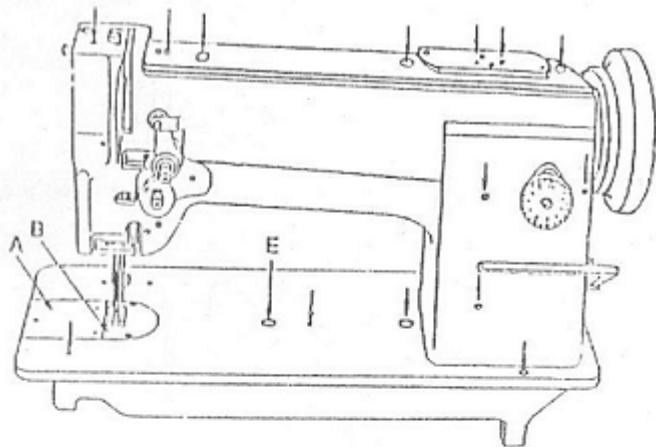

Fig.2
3. Снимите крышку челнока. Рисунок 2, А.
Машина снабжена системой блокировки челнока, она необходимо если в механизм челнока или приводного вала что – то попало. Для блокировки нажмите кнопку Е, рисунок 2, и рукой проверните маховик, пока машина не заблокируется. После этого снимите заднюю и челночную крышки, и произведите очистку рабочих зон.